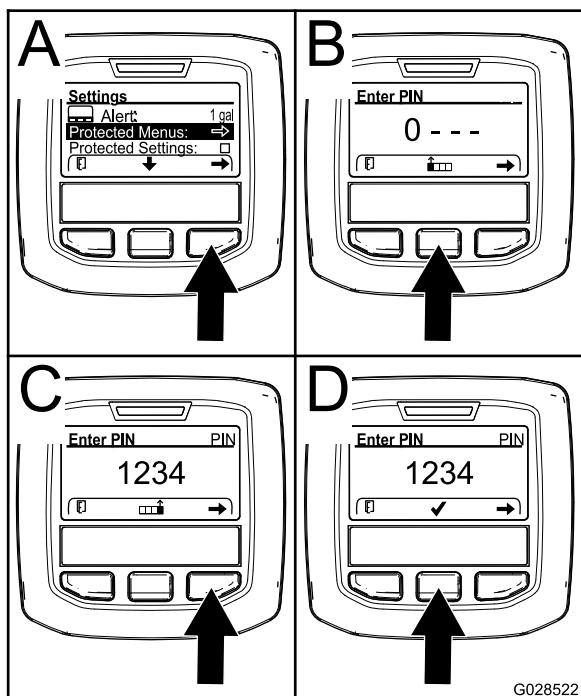

Рисунок 70
3. Нажмите правую кнопку выбора, чтобы выбрать Protected Menus (Защищенные меню) (Рисунок 70А).
- Нажмите среднюю кнопку выбора (Рисунок 70В), чтобы увеличить цифровое значение (от 0 до 9).
- Нажмите правую кнопку выбора (Рисунок 70С), чтобы переместить курсор на позицию следующей цифры вправо.